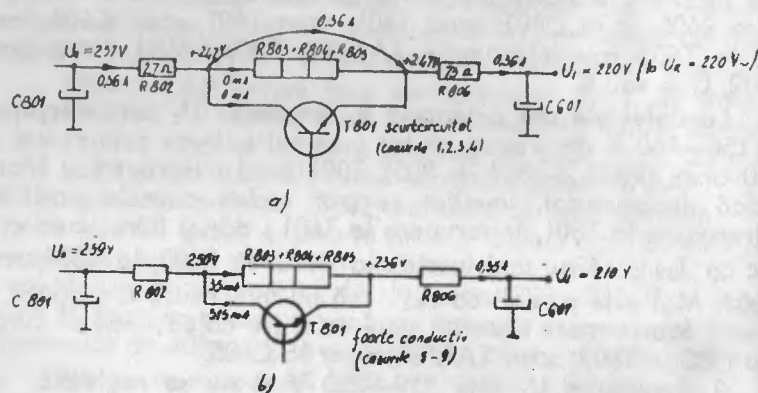

Fig. 16
(În paranteză este indicată tensiunea U_1 la defectul respectiv, când tensiunea de rețea este fix $220\text{ V} \sim$). În cazurile de mai sus, curentul ce alimentează aparatul trece prin T801 care fie că este scurtcircuitat, fie că este în conducție maximă datorită scurtcircuitului în T601, sau T602 (BE). Prin șunt R803, 804, 805 curentul este zero în cazurile 1, 2, 3 și 4 (vezi fig. 16 a) în care $U_1 = 220\text{ V}$; prin șunt curge (v. fi. 16 b) un curent mic (35A) iar prin T801 mare (315 mA) în cazurile 5, 6, 7, 8 și 9 când U_1 este 210 V .
Situația tensiunilor în cazul scurtcircuitării șuntului este dată în fig. 16 a.